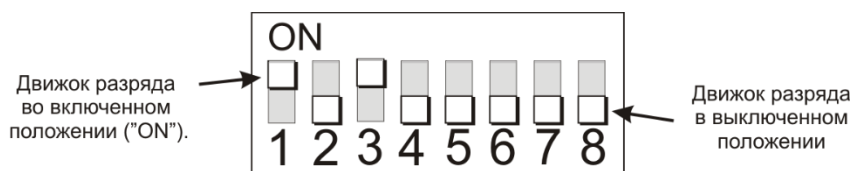

Рисунок 2
- 4.5. Установите адрес шкафа в соответствии с проектом системы АПС. Для установки адреса шкафа на плате «СФ-АКИП» используется 8-разрядный DIP-переключатель (рис. 2). Заводская установка – включен 2-й разряд, что соответствует адресу 2. Плоской отверткой установите движки каждого разряда DIP-переключателя в положение, соответствующее определенному адресу согласно таблице адресов. Таблица адресов находится в Приложении №3.